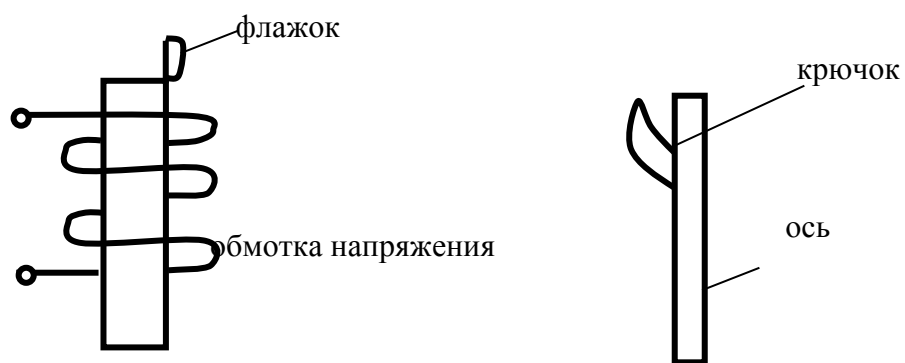

Рисунок 7
- 4) Флажок и крючок для устранения самохода. Самоход – самопроизвольное вращение диска при отсутствии тока (рисунок 7)